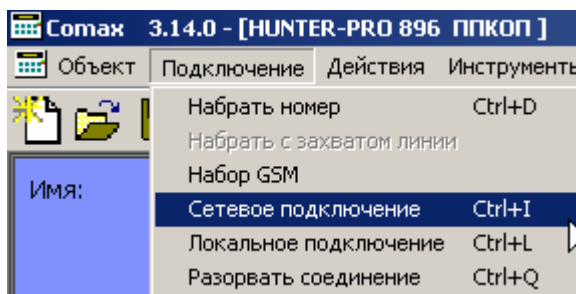

Рисунок 3
5. Затем выберите в меню ПО «Сомах» «Подключение» затем «Сетевое подключение». рисунок 3